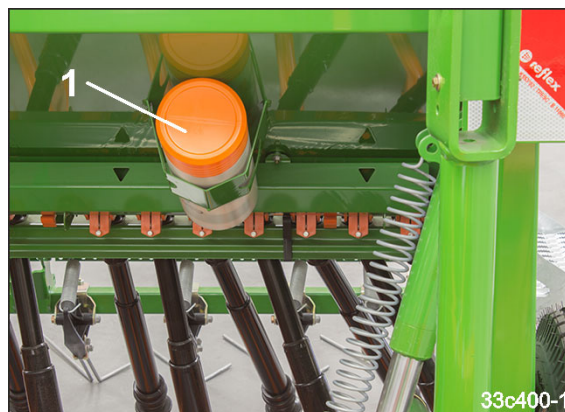

Fig. 191
5. Sæt skralden i patronen (Fig. 191/1).